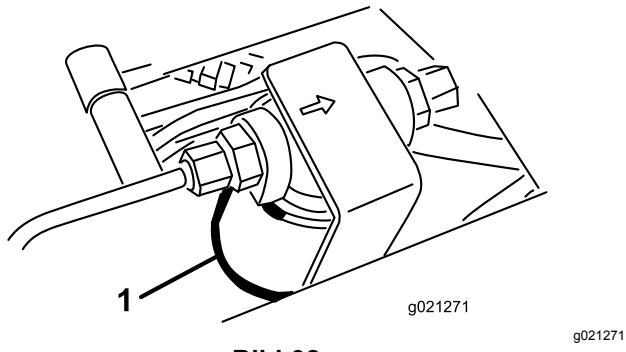
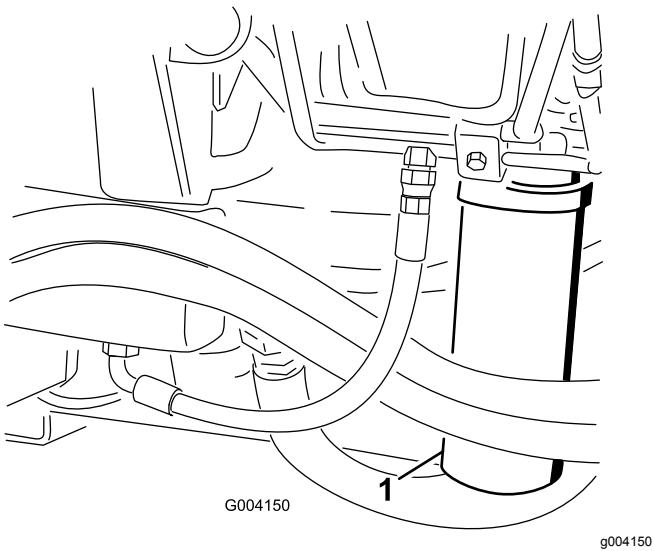

Bild 92
Bild 93
2. Reinigen Sie den Bereich um den Filterbefestigungsbereich und stellen Sie eine Auffangwanne unter den Filter (**Bild 92**) und (**Bild 93**).